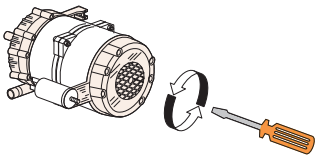

Abb. 15
1. Laufrad der Nachspülpumpe prüfen. Blockiertes Laufrad: Motorwelle mit einem Schraubenzieher drehen (siehe Abb. 15).
3. Laufrad der Nachspülpumpe prüfen. Blockiertes Laufrad: Motorwelle mit einem Schraubenzieher drehen (siehe Abb. 15).